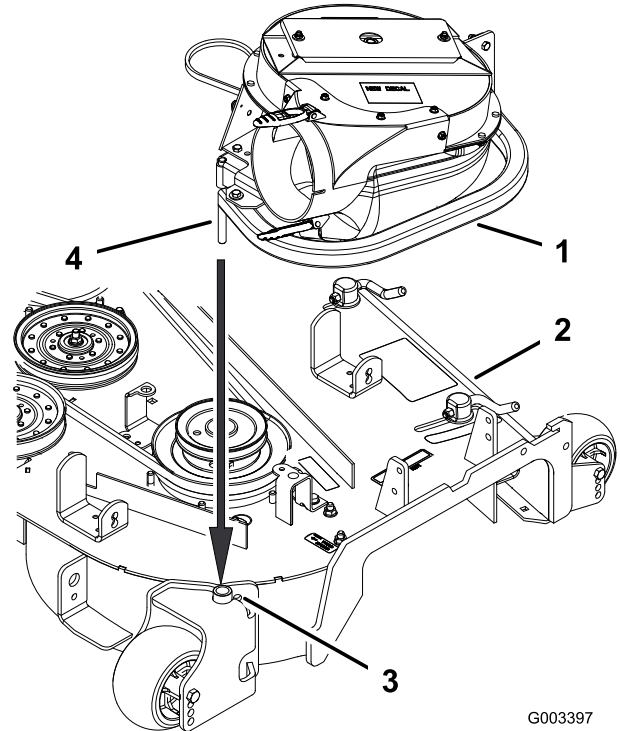
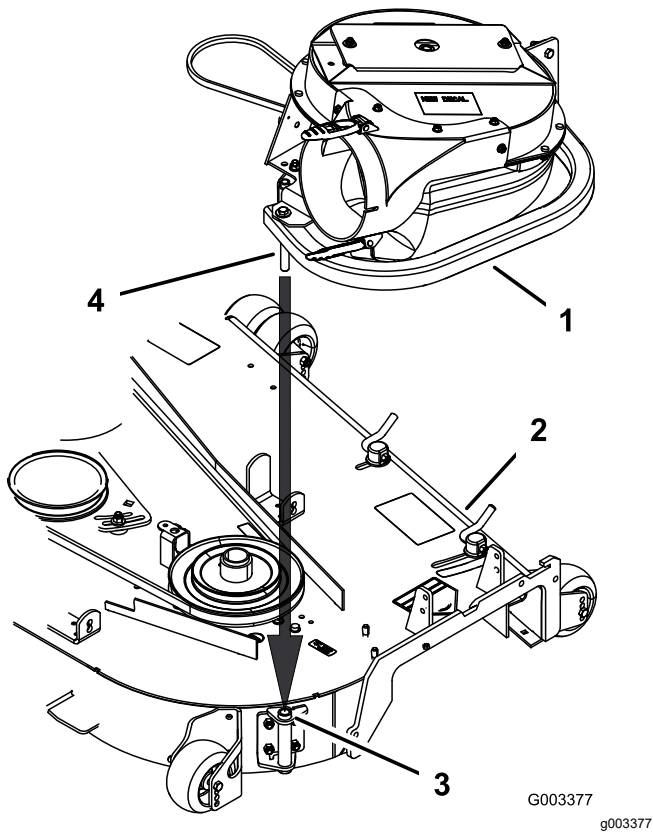

Figure 13
Figure 14
2. Insérez l'ergot du ventilateur dans le trou de pivot. Voir la Figure 13 pour les tabliers de coupe de 152 cm (60 po) et la Figure 14 pour les tabliers de coupe de 183 cm (72 po).